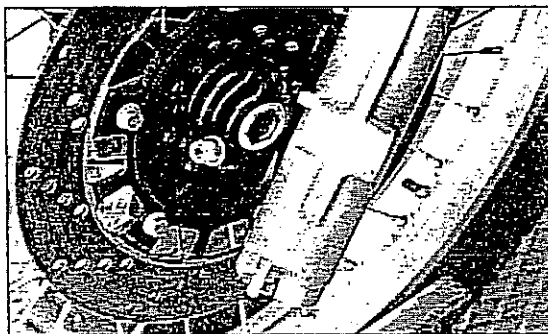

Bild 203
- Rad mit Distanzhülse rechts zwischen Gabelbeine einsetzen. Nut der Tachometerschnecke muss in Nase am Tauchrohr einspielen. Siehe Bild 203. Achshalter rechts mit «UP»-Markierung nach oben anbringen, dessen Muttern provisorisch installieren und Achse einschieben.